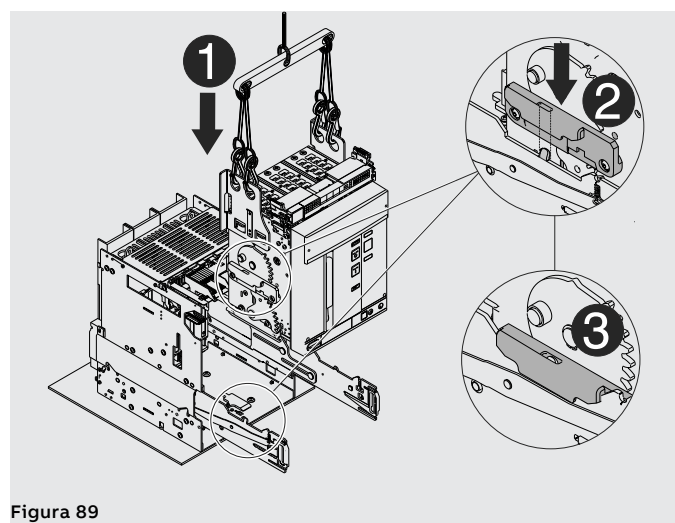

Figura 89
4. Posicionar la parte móvil sobre las guías de la parte fija. Engancharla introduciendo la ranura lateral en el gancho de la guía de la parte fija. Véase Figura 89.